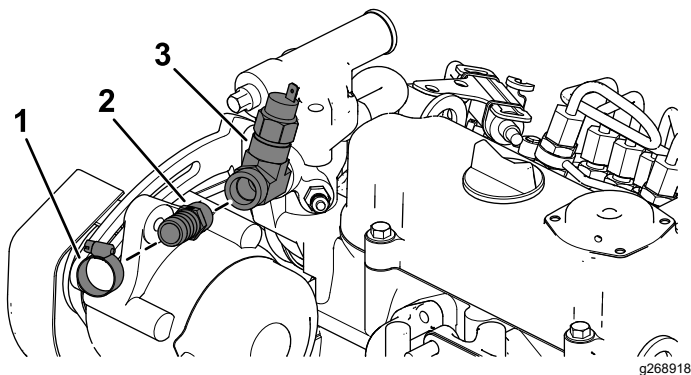

図 16
- D. ホース5/8"とアダプタフィッティング5/8"をホースクランプで取り付ける 図 16。